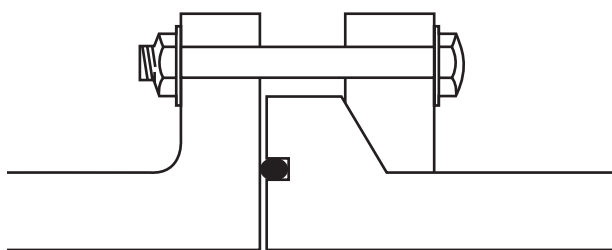

Рисунок 3-15 Фланец со свободным кольцом с кольцевым уплотнением
- 1 кольцевого уплотнения (требуется паз на торцевой поверхности фланца, см. **Рисунок 3-15**) и